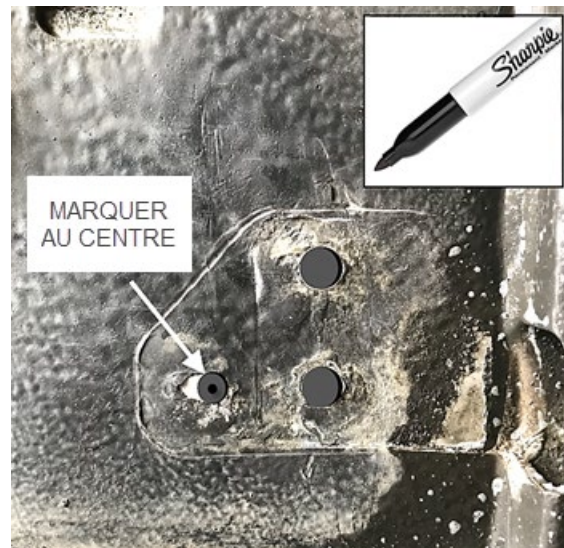

FIGURE 16 : MARQUAGE DU TROU AVEC UN MARQUEUR
8. Marquer le centre du trou de la vis M6 sur la plaque en utilisant un marqueur (Figure 16).